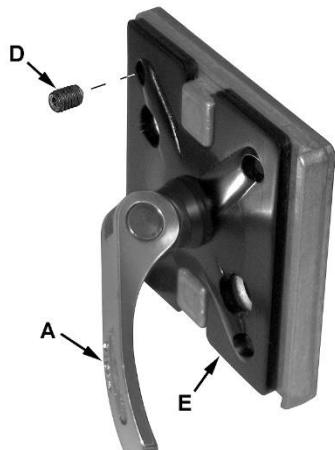

Рис. 15
- С помощью 3 мм шестигранного ключа отрегулируйте винты (D, Рис. 15) через отверстия, расположенные в углах подвижного зажима (E, Рис. 15).